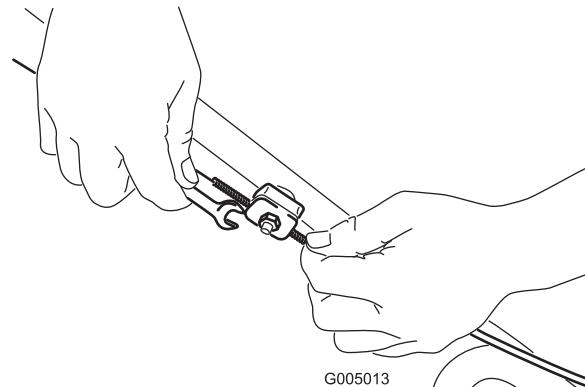

Figure 36
- Déposez l'ensemble déflecteur arrière et levier de verrouillage du guidon (Figure 36).
1. Desserrez l'écrou du support de guidage du câble (Figure 36).